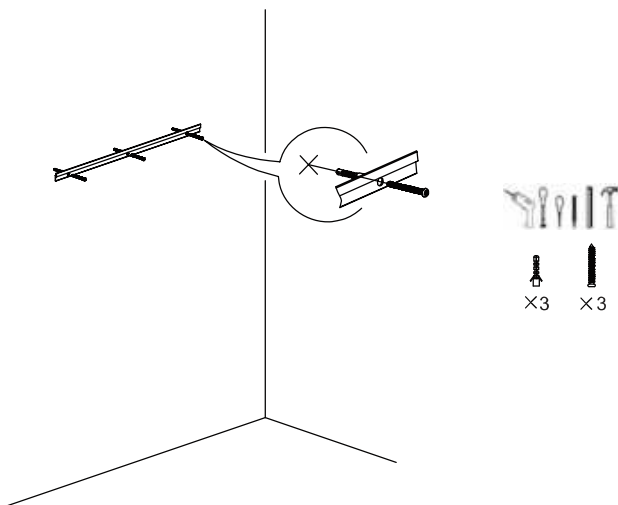

Fig. 2
1.4 Använd en hammare för att knacka in expansionspluggarna i hålen i väggen, dra sedan åt skruvarna med en skruvmejsel för att fästa stången och kalibrera nivån med ett vattenpass (fig. 2).